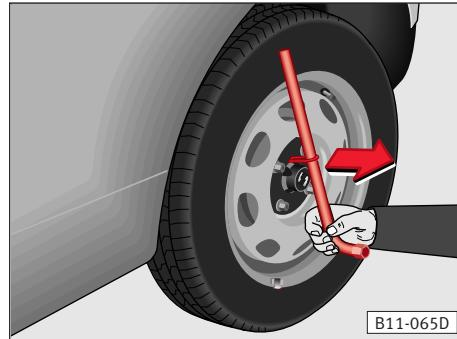

Fig. 136
– Quitar el **embellecedor central**¹⁾ con la llave de rueda y el gancho de alambre*. Colocar el gancho de alambre en los dos agujeros del emblema SEAT. Pasar la llave de rueda a través del gancho y retirar el embellecedor ⇒ **fig. 136**. ■